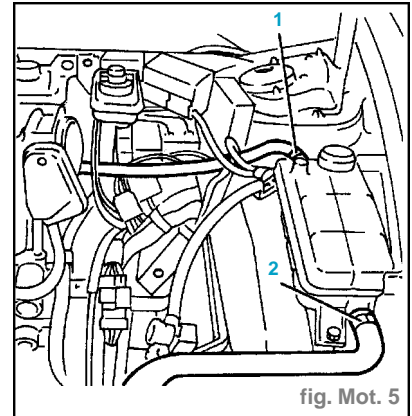
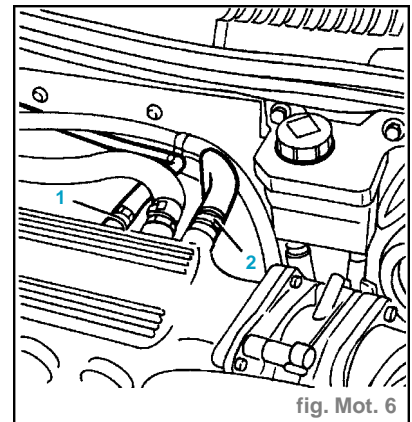

fig. Mot. 5
fig. Mot. 6
- Déposer le tuyau de retour de liquide de refroidissement au niveau du réservoir d'alimentation du circuit de refroidissement moteur (1) (fig. Mot. 5).
- Déposer le tuyau d'alimentation au niveau du réservoir d'alimentation du circuit de refroidissement moteur (2).
- Débrancher le conduit de recyclage des vapeurs de carburant au niveau du caisson de capacité d'air (1) (fig. Mot. 6).